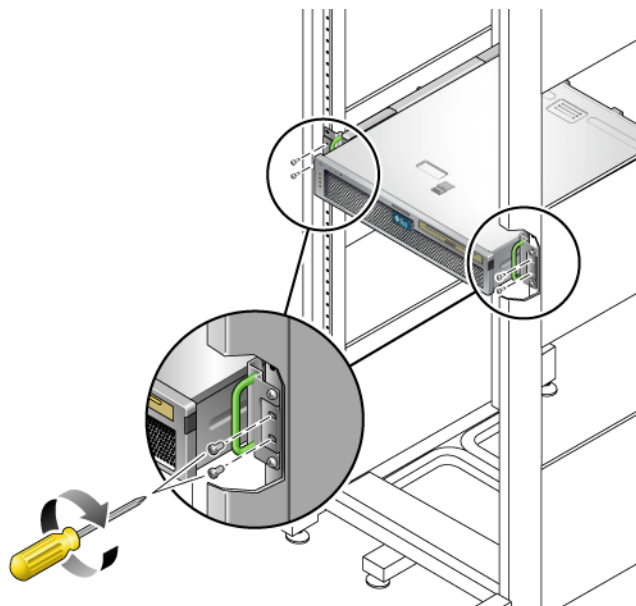

図 3-22 ラックの前面へのサーバーの前面の固定
17. ラック前面の各側面でねじを 2 本ずつ使用して、サーバーに取り付けられた側面レールをラックの前面に固定します (図 3-22)。